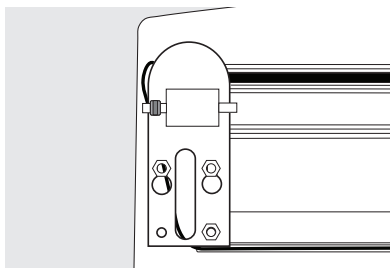

Figure 7
18. Retirez la charnière inférieure gauche à l'aide d'une clé de 5/16 po (8 mm) et installez-la du côté droit. Figure 7.